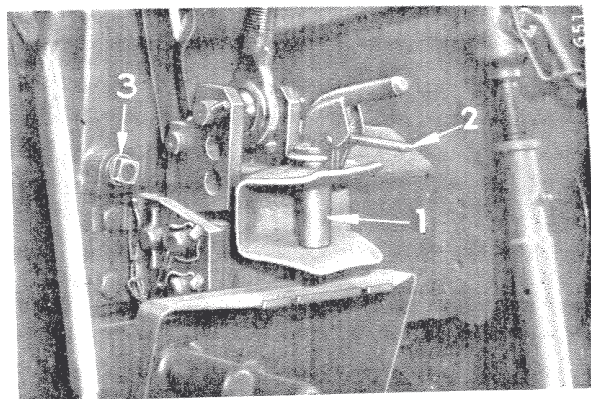

Fig. 20 - Chape d'attelage arrière
Une chape d'attelage très robuste est fixée à l'arrière du châssis principal (Fig. 20). Son support est percé de deux trous facilitant le réglage vertical. La sécurité de la cheville (1) d'attelage est obtenue grâce à un verrou à déclenchement (2). Pour libérer la cheville tirez le verrou vers le haut. Au montage de la cheville le verrou se ferme de lui-même.